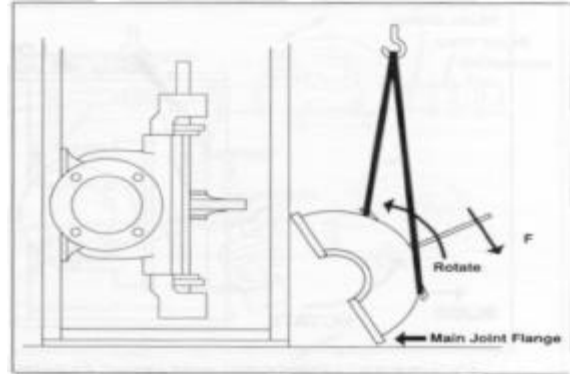

FIGURA 56 – REMOCION DE MITAD SUPERIOR
10. Balanceando la mitad superior con la varilla estabilizadora, baje la mitad superior hasta el piso permitiendo que la mitad superior gire de manera que su brida de unión principal se coloque en el piso. (Consulte la Figura 56).
26. Embrague alrededor de las orejas de elevación y con la varilla de estabilización instalada, retire la mitad superior de la carcaza del piso y gire la mitad superior de manera que la brida de unión principal sea vertical. (Refiérase a la Figura 56 con rotación en dirección opuesta como se ilustra).